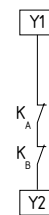

Fig. 4
**Démarrage automatique (Fig. 4)**